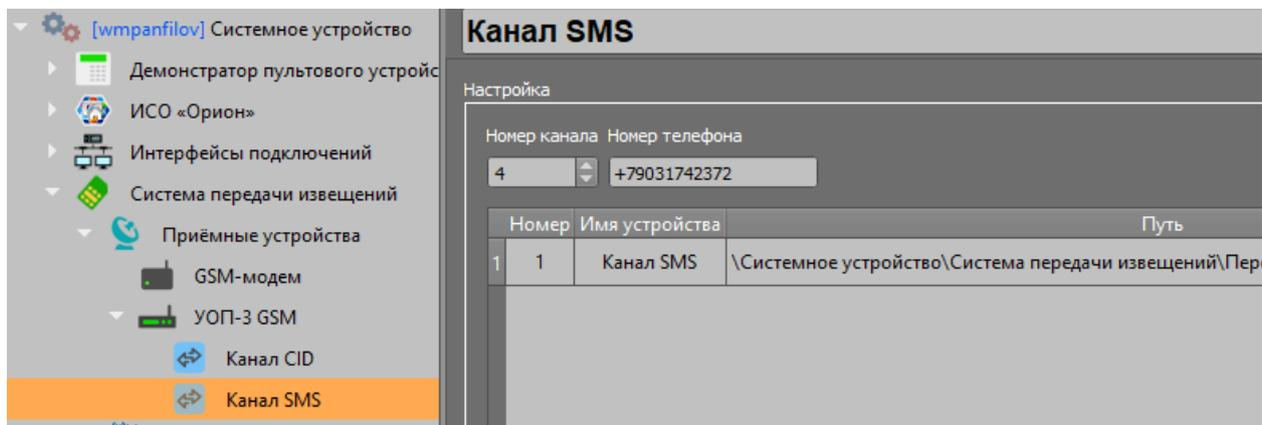

Рисунок 4.46. Свойства канала «УОП-3 GSM» после привязки канала «УО-4С»
1. Перейти в свойства канала «УОП-3 GSM» – Канал SMS. Проверить номер канала (должен быть указан №4), указать номер телефона SIM карты, установленной в «УОП-3 GSM» (Рисунок 4.46).